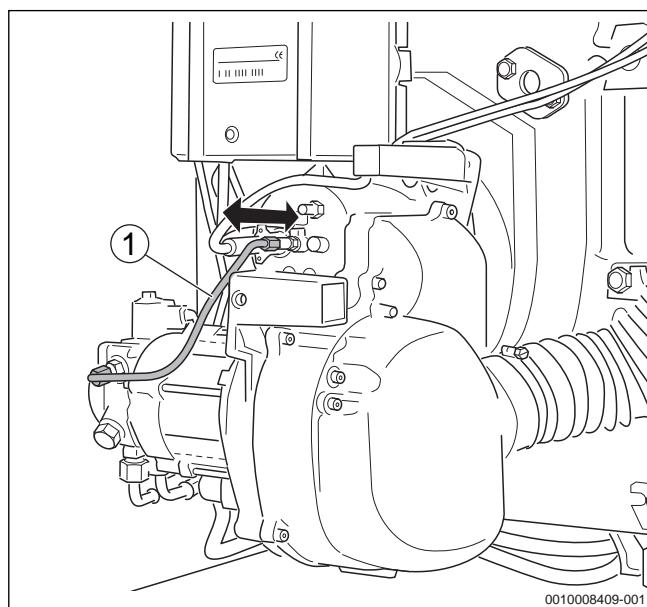

Рис. 41 Проверка правильной установки смесительной системы
- Выньте шланг подачи топлива (→рис. 41, [1]) примерно на 5 мм.